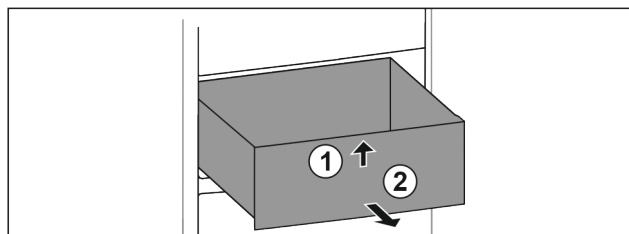

Fig. 134
- ▶ Emelje meg a fiók elejét. Fig. 134 (1)
- ▶ Vegye ki a fiókot előrefelé. Fig. 134 (2)